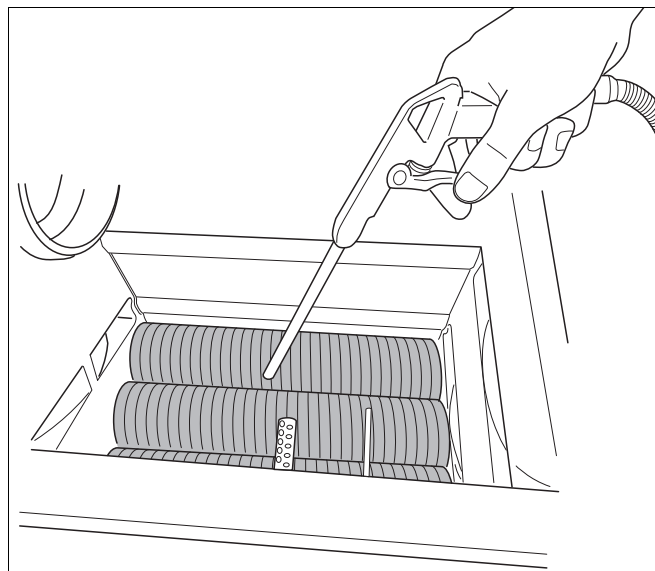

Рис. 113 Чистка теплообменника
- Очистить теплообменник сжатым воздухом или мягкой щеткой (рис. 113).